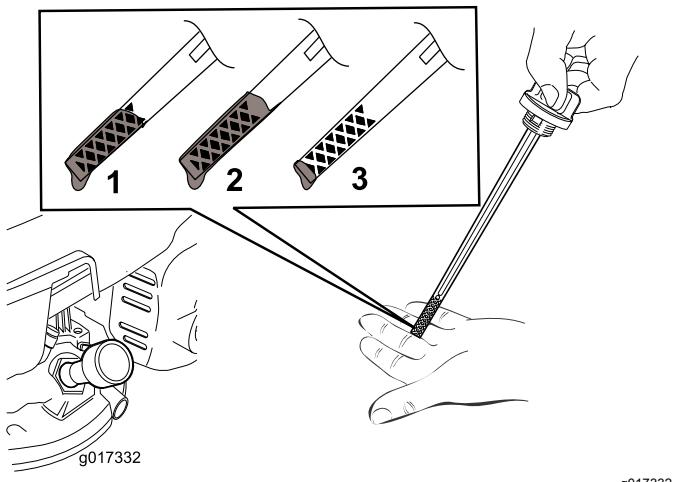
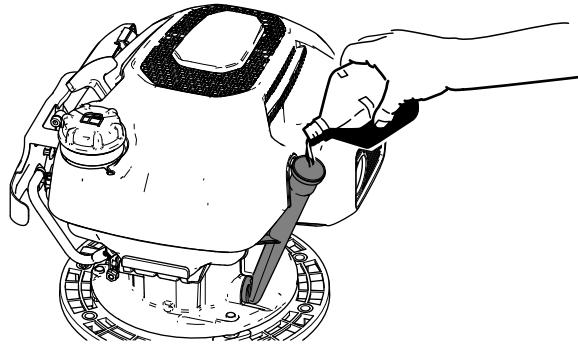

Bild 34
Bild 35
5. Wenn der Ölstand nahe oder unter der unteren Grenzmarkierung am Ölpeilstab (Bild 34) liegt, gießen Sie langsam das angegebene Motoröl in den Öleinfüllstutzen (Bild 35) und warten Sie 3 Minuten.
- Gießen Sie das angegebene Motoröl langsam in den Öleinfüllstutzen (Bild 35) und warten Sie 3 Minuten.